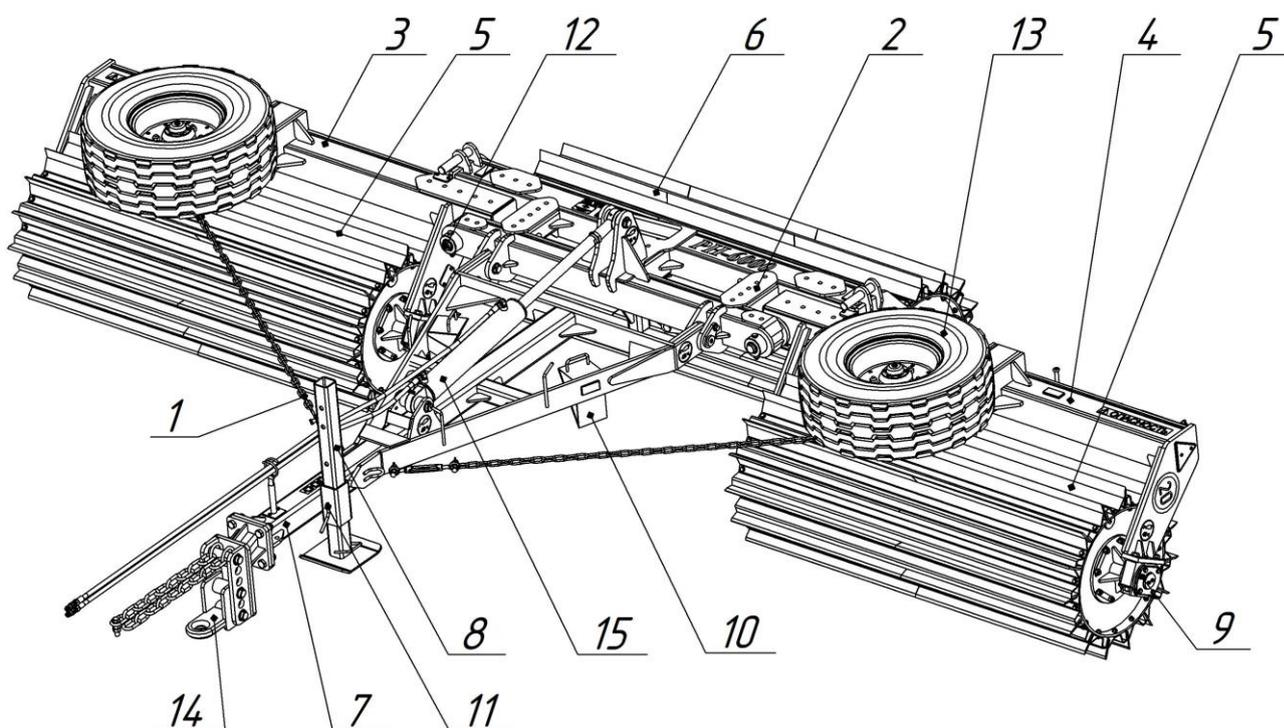
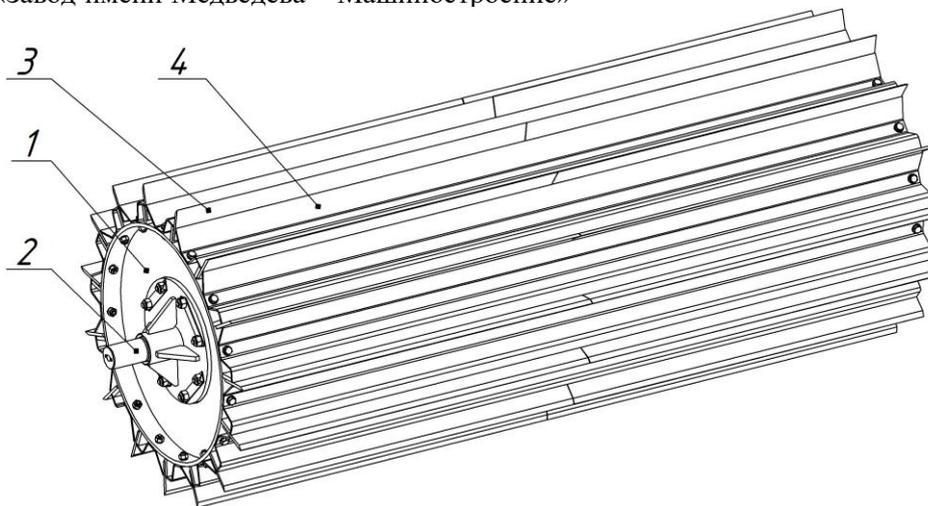
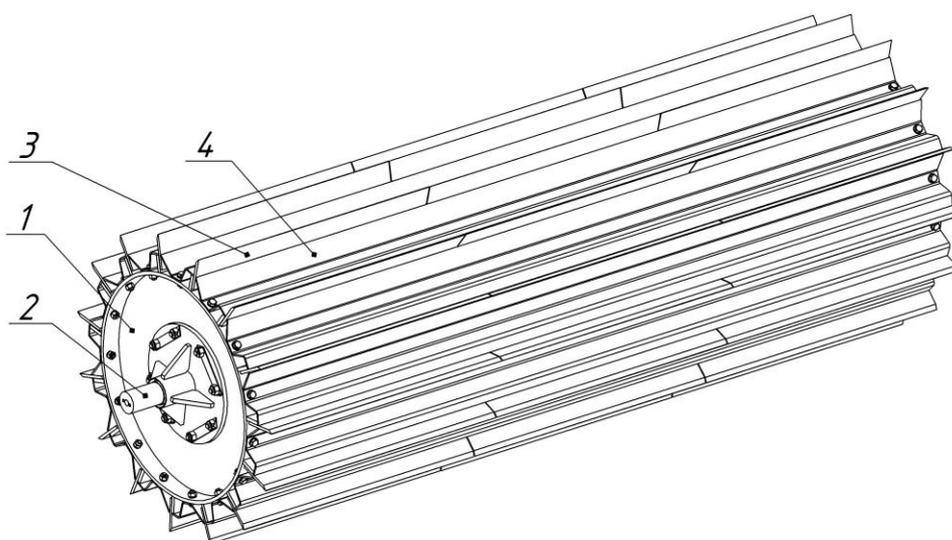

Рисунок 1 – Составные части РН-6
Рисунок 2 – Устройство катка РН-6.04.000
Рисунок 3 – Устройство катка РН-6.05.000
Таблица 2 – Составные части РН-6 (см. также рис. 1)
2.3.1 РН-6 представляет собой полуприцепное сельскохозяйственное изделие. Агрегат крепится к трехточечной навесной системе трактора. Навесную систему трактора настроить без смещения. РН-6 состоит из следующих основных узлов: рамы 2, крыла правого 3, крыла левого 4, дышла 7 и трех катков (см. рис.1). Рама 2 шарнирно при помощи пальцев 12 соединена с правым 3 и левым 4 крылом. Такая конструкция обеспечивает возможность перевода агрегата из рабочего положения в транспортное и наоборот. Прицепное устройство (серьга 14) расположено в передней части дышла 7. Растяжка 1 устанавливается на агрегат во время работы и предназначена для увеличения жесткости конструкции. Гидроцилиндр 15 служит для перевода агрегата в рабочее или транспортное положение. Гидроцилиндр присоединяется к гидросистеме трактора с помощью двух гидрорукавов и разрывных быстросъемных муфт. Для транспортирования катка на крылья агрегата установлены 2 колеса 13. Стойка 8 обеспечивает устойчивость агрегата в стояночном положении и удерживается на дышле с помощью пальца 11.
2.3.2 Основным рабочими органами агрегата РН-6 являются катки 5 и 6 (см. рис. 1). На катки установлены блоки подшипников 9. Катки в сборе с блоками подшипников закреплены на раме и крыльях агрегата.
Каток РН-6.04.000 (поз.5, рис.1) состоит из барабана 1 (рис.2), на который установлены сменные полуоси 2. Рабочими органами катков являются ножи 3, установленные на барабан 1 при помощи болтов М12х40 DIN 603-8.8 и гаек М12 ГОСТ Р 50273-92. Для предотвращения забивания катков пожнивными остатками и обеспечения защиты от повреждения болтов и гаек крепления ножей к барабанам на катки установлены защитные кожухи 4.
Таблица 3 – Устройство катка РН-6.04.000 (см. также рис. 2)
Каток РН-6.05.000 (поз.6, рис.1) состоит из барабана 1 (рис.3), на который установлены сменные полуоси 2. Рабочими органами катков являются ножи 3, установленные на барабан 1 при помощи болтов М12х40 DIN 603-8.8 и гаек М12 ГОСТ Р 50273-92. Для предотвращения забивания катков пожнивными остатками и обеспечения защиты от повреждения болтов и гаек крепления ножей к барабанам на катки установлены защитные кожухи 4.
Таблица 3 – Устройство катка РН-6.05.000 (см. также рис. 3)
3.2.1 Подвести трактор задним ходом к серьге 14 (рис. 1) и сцепить РН-6 с трактором. Присоединить страховочную цепь катка к навесной системе трактора. Поднять стойку 8 вверх, зафиксировав ее пальцем 11.